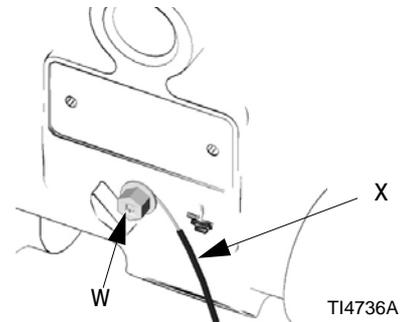

ABB. 1: Anschluss des Erdungskabels
- **Pumpe:** Ein Erdungskabel und eine Klemme anschließen gemäß ABB. 1. Die Erdungsschraube (W) lösen. Ein Ende eines Erdungskabels mit Kabelstärke 12 (1,5 mm²) oder mehr (X) hinter der Erdungsschraube einführen und die Schraube fest anziehen. Die Masseklemme mit einem echten Massepunkt verbinden. Zum Bestellen des Erdungsdrahtes und der Klammer verwenden Sie die Teilenummer 222011.